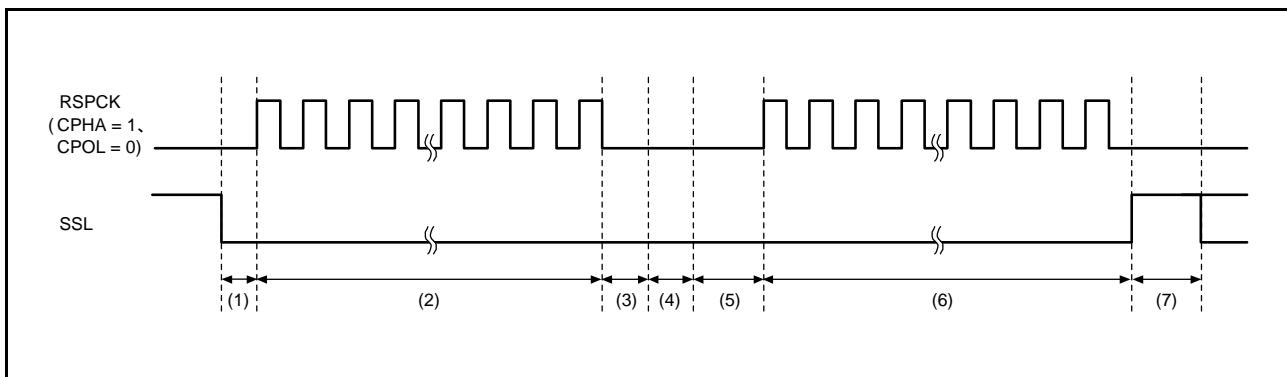

図 33.27 SSLKP ビットを利用したバースト転送動作の例
図 33.27 に、SPCMD0、1 レジスタの設定を使用してバースト転送を実現した場合の SSL 信号動作例を示します。図 33.27 に記載した (1) ~ (7) の RSPI 動作内容について、以下に説明します。なお、SSL 出力信号の極性は、RSPI スレーブセレクト極性レジスタ (SSLP) の設定値に依存します。
SSLP ビットを “1” にした SPCMD レジスタでの SSL 信号出力設定と、次転送で使用する SPCMD レジスタでの SSL 信号出力設定が異なる場合、RSPI は次転送のコマンドに対応した SSL 信号のアサート時(図 33.27 の (5)) に SSL 信号状態を切り替えます。このような SSL 信号の切り替えが発生した場合、MISO をドライブするスレーブが競合して信号レベルの衝突が発生する可能性があるので注意してください。